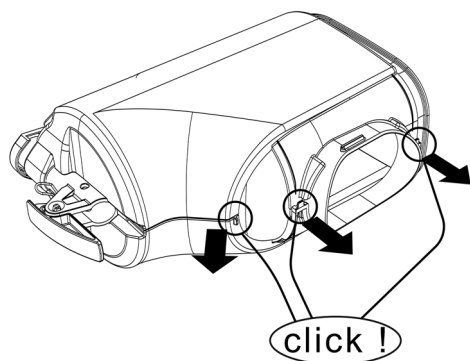

figura 13
- 1 Aprire le due parti, facendo scattare. (vedere figura 13).